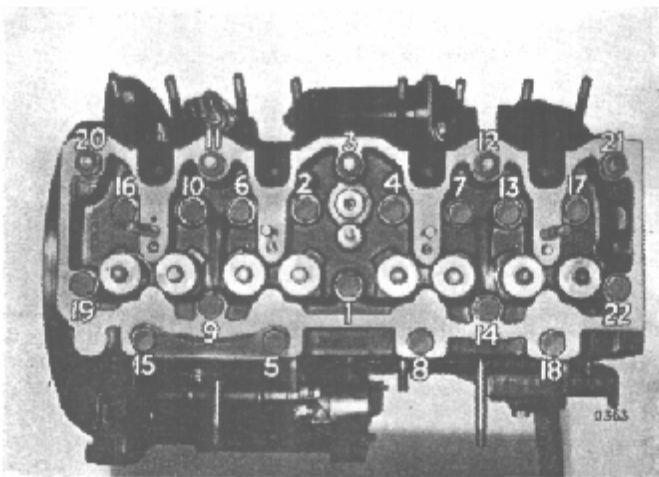

Abb. 14. Reihenfolge für das Anziehen der Zylinderkopfmutter.
3. Die Zylinderkopfmutter fortschreitend in der auf Abb. 14 gezeigten Reihenfolge anziehen, so daß ein gleichmäßiger Druck auf die Dichtung ausgeübt wird und übermäßige Beanspruchung des Zylinderkopfes vermieden wird.
8. Nach den ersten 30 Arbeitsstunden (1200 km) die Zylinderkopfmuttern auf festen Anzug prüfen (richtiger Anzug 14 mkg.). In der auf Abb. 14 gezeigten Reihenfolge vorgehen.